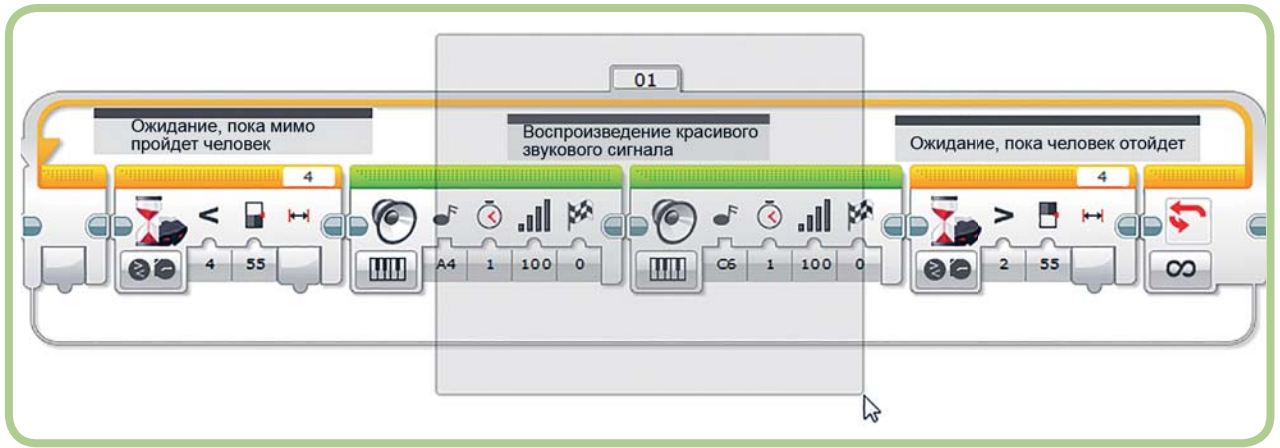

Рис. 12.2. Выделение обоих блоков Звук (Sound)
2. Выдели два блока **Звук** (Sound), нарисовав вокруг них прямоугольную рамку выделения (рис. 12.2) или щелкнув по ним, удерживая нажатой клавишу **Shift**.